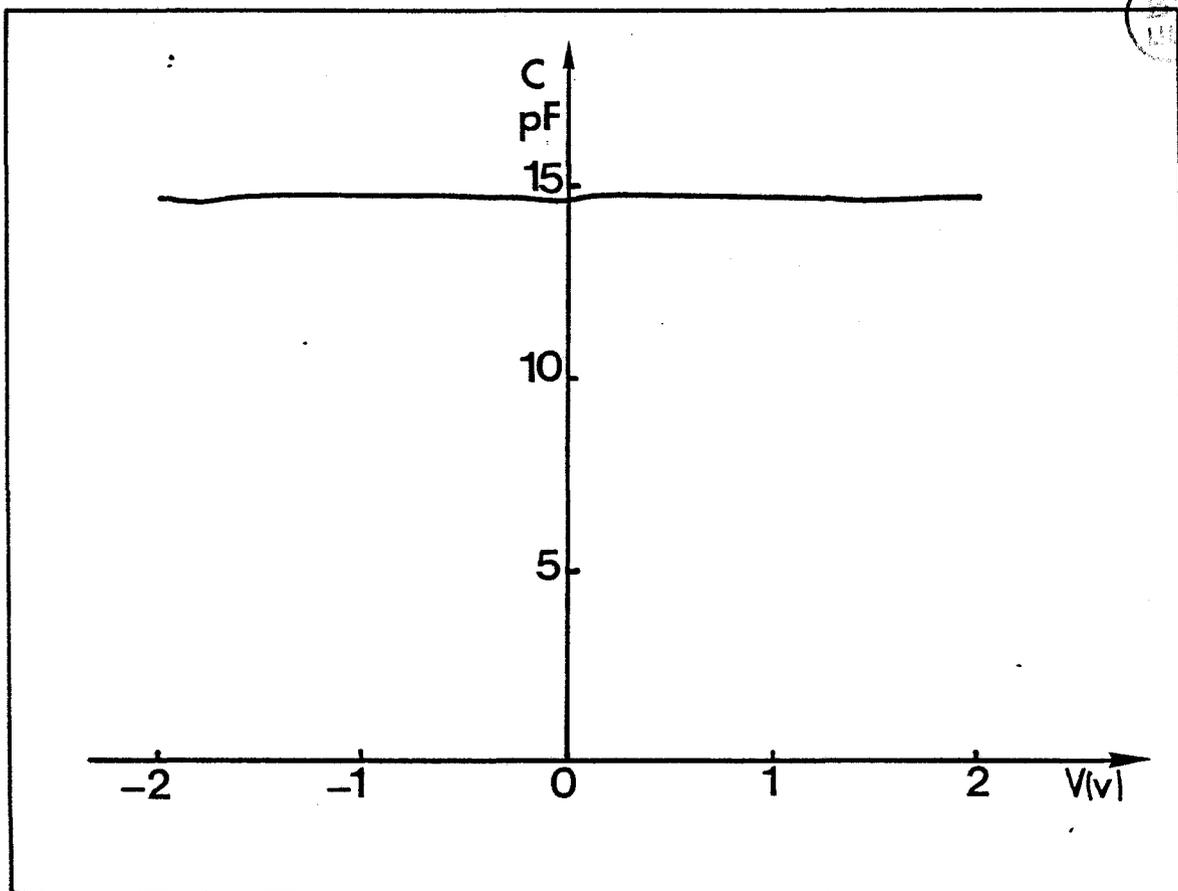

FIGURE F.1.2
- Figure F.1.2. Caractéristique C (v)